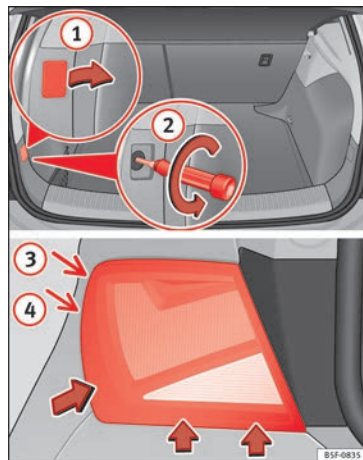

Fig. 112 Maletero: posición del tornillo de fijación para la unidad de luz trasera. Desmontar la unidad de luz trasera en la aleta.
- Retire la cubierta haciendo palanca con el lado plano de un destornillador en el rebaje y retire la cubierta de la abertura »» **fig. 112 ①**.
- Desenrosque cuidadosamente con un destornillador el tornillo que hay detrás en sentido contrario a las agujas del reloj (flecha) »» **fig. 112 ②**.
- Bascule el piloto en la dirección de las flechas hasta que salga de su alojamiento (posiciones ③ y ④) »» **fig. 112**.